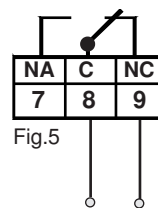

Fig.5
**LOGICA POSITIVA**: in questo caso la bobina del relè è mantenuta costantemente alimentata (Fig.5) in modo da assicurare una sicurezza di tipo intrinseca sul funzionamento del relè.